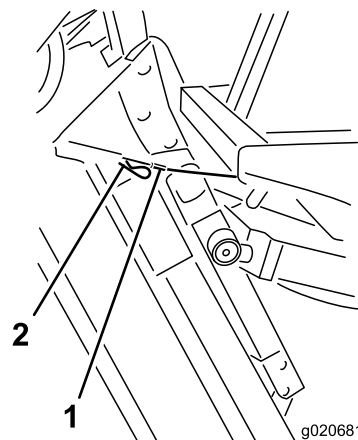

Figura 79
6. Mantenha a plataforma do cortador na vertical, coloque a extremidade do cabo sobre o pino no braço de elevação da plataforma do cortador e fixe com o pino de segurança (Figura 79).